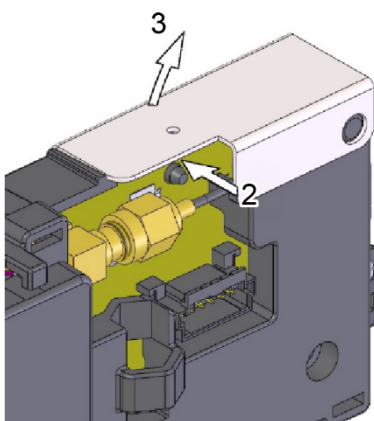

Abb. 29: SIM-Kartenabdeckung hochklappen
- Vorsichtig in Pfeilrichtung (Abb. 29, Pos. 2) gegen die SIM-Kartenabdeckung drücken und diese gleichzeitig hochklappen (Abb. 29, Pos. 3).